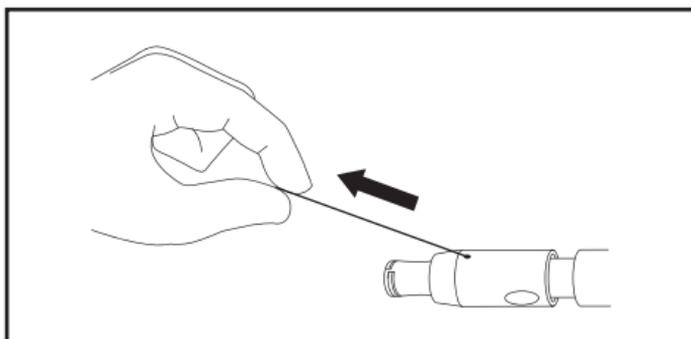

Figure 3. Tirer délicatement sur le fil de suture
- Pour immobiliser la boucle, tirer délicatement sur le fil de suture jusqu'à ce qu'une résistance se fasse sentir. Voir la figure 3.